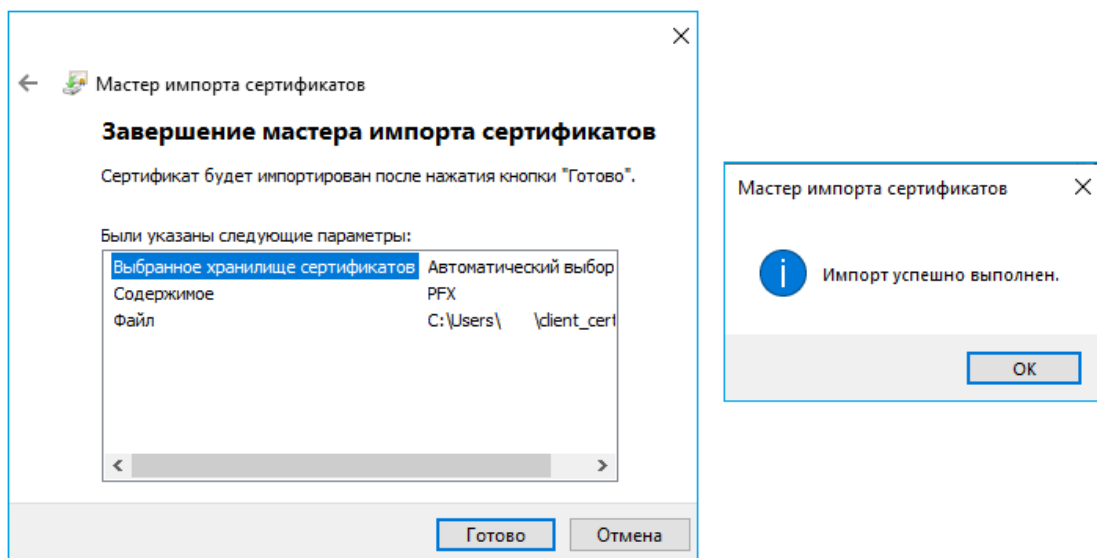

Рисунок 6 – Успешное импортирование сертификата
- в итоге, сертификат будет импортирован и появится уведомление об успешном выполнении операции (Рисунок 6).